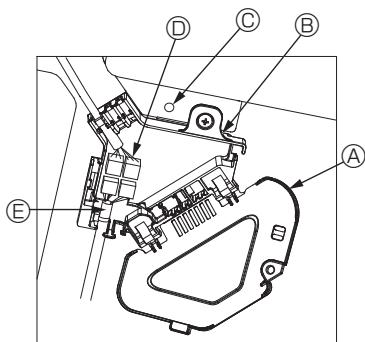

Fig. 5-9
- Find tilslutningsledningen til gitterets ventilatorvingemotor og ledningen til ventilatorvingemotoren, og forbind derefter ledningerne i el-boksen. (Fig. 5-9)